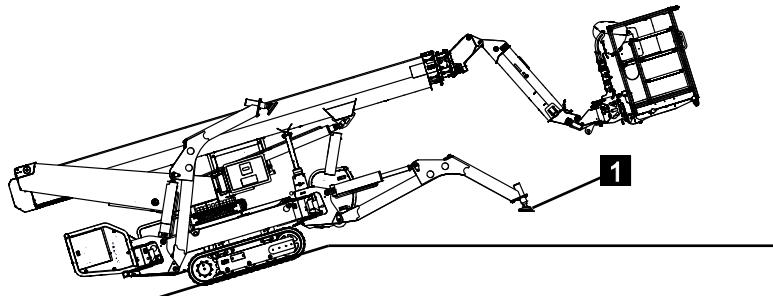

Abb. 108
5. Darauf achten, dass die Abstützteller (Abb.108/1) den Boden möglichst nicht berühren.